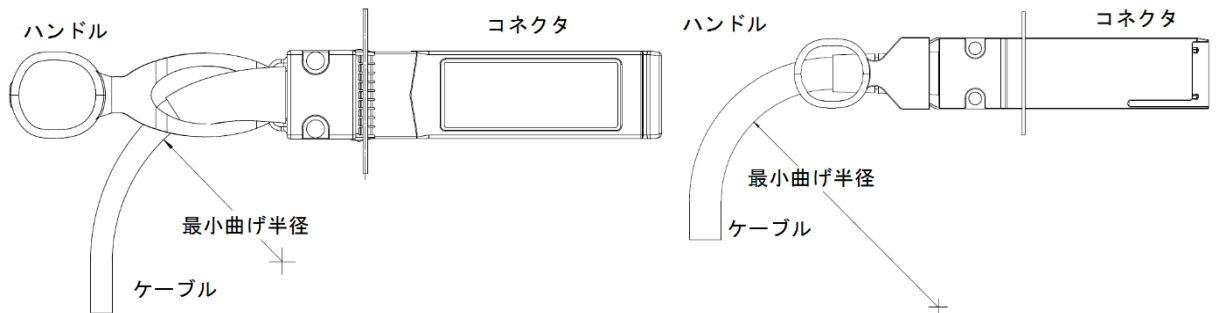

図 9-4 40G QSFP+/10G*4 SFP+変換銅線ケーブルの 10G SFP+側（左側）と 40G QSFP+（右側）の最小曲げ半径
- 40G QSFP+銅線ケーブルの最小曲げ半径は 50mm です。ケーブルの最小曲げ半径を確保しない場合、ケーブルの損傷や性能低下などが生じる恐れがあります。最小曲げ半径以下にケーブルを曲げないようにしてください。40G QSFP+銅線ケーブルの最小曲げ半径の図は図 9-4の 40G QSFP+（右側）を参照してください。
- 40G QSFP+/10G*4 SFP+変換銅線ケーブルの 10G SFP+側最小曲げ半径は 35mm です。40G QSFP+側最小曲げ半径は 50mm です。ケーブルの最小曲げ半径を確保しない場合、ケーブルの損傷や性能低下などが生じる恐れがあります。最小曲げ半径以下にケーブルを曲げないようにしてください。40G QSFP+/10G*4 SFP+変換銅線ケーブルは図 9-3を参照してください。40G QSFP+/10G*4 SFP+変換銅線ケーブルの最小曲げ半径の図は図 9-4を参照してください。